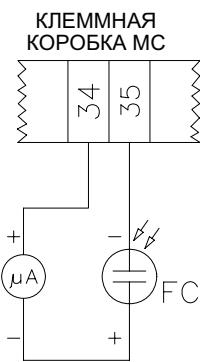
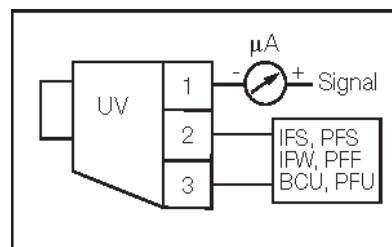

Рис. 31
Рис. 32
- Проверить и аккуратно почистить фотоэлемент UV улавливания пламени и, если необходимо, заменить его. В случае возникновения сомнения, проверить контрольный контур, после того, как горелка будет вновь запущена, согласно схеме на Рис. 31-Рис. 32;
Рис. 31. Если сигнал не укладывается в указанные значения, проверить электрические контакты, чистоту головки сгорания, положение фотоэлемента и при необходимости заменить его.
Для контроля тока обнаружения см. схему на Рис. 32. Если сигнал - ниже указанного значения, проверьте положение фотоэлемента, электрические контакты и при необходимости замените фотоэлемент.